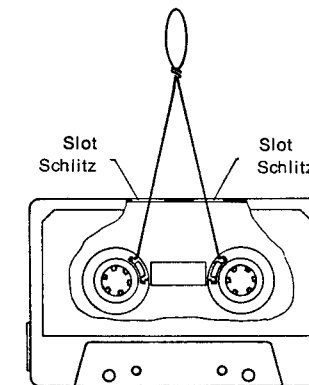

Fig. 2
- 8.2 Eine einfache, aber ausreichende Messung kann mit einer Federwaage und umgebauter Cassette durchgeführt werden (siehe Fig. 2).
- 8.3 Eine alte TB-Cassette verwenden. Das Tonband ist zu entfernen und ein ca. 20 cm langes, etwas dickeres Skalenseil an den Tellern (20 mm Durchmesser) befestigen und durch zwei eingefeilte Schlitz an der Rückseite herausführen, mit einer Schleife versehen (siehe Fig. 2) und daran eine Federwaage einhängen.
- 8.2 An easy but sufficient measuring can be carried out with a spring balance and a modified cassette (see fig. 2).
- 8.3 We recommend the use of an old cassette. Remove the tape from the cassette and insert a 20 cm piece of dial cord instead. This cord is fastened to the reels (20 mm ϕ) and led through two slots which are filed in the rear side of the cassette. Form a loop with the cord as shown in fig. 2 and then suspend spring balance.